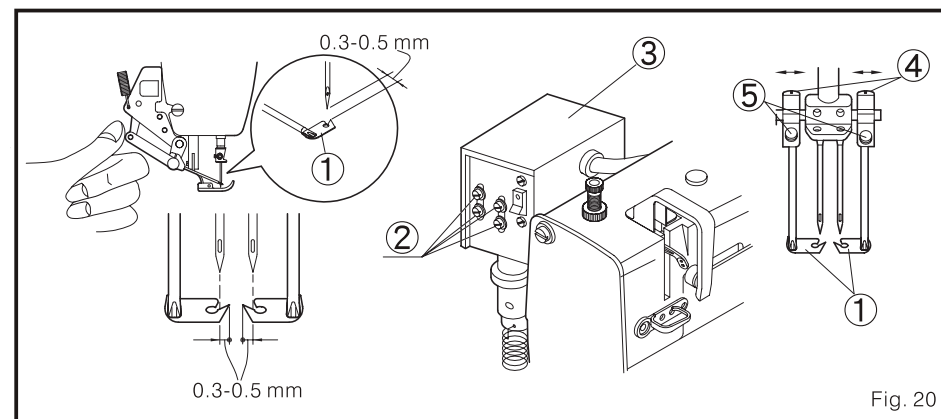

Fig. 20
1. Ajustar o botão ajustável de número de ponto para ao numero 2, e gire a talha para subir a agulha para o ponto mais alto superior. Solte os 4 parafusos fixados 2, e ajusta o solenóide 3 para cima e para baixo manter a distância de 0.3 mm entre a gorjeta do fio 1 à gorjeta da agulha enquanto impresse o mencionado limpador. Por favor tenha cuidado que a base de assento do limpador de fio 4 não toque a barra do pé apertapanos. Depois de enfiar, solte o parafuso 5 para ajustar a posição esquerda e direita da gorjeta do limpador do fio 1 de forma que este gancho o fio da agulha perfeitamente. (Fig. 20)